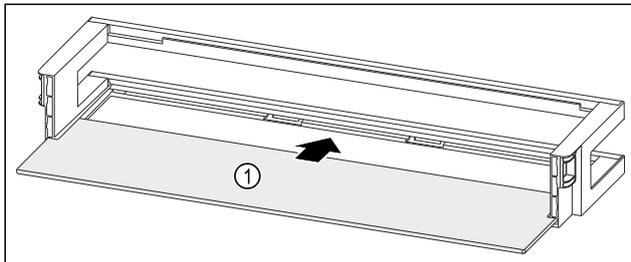

Fig. 52 Estantes en la contrapuerta con estante
- ▶ Introduzca el estante Fig. 52 (1) en los huecos laterales.